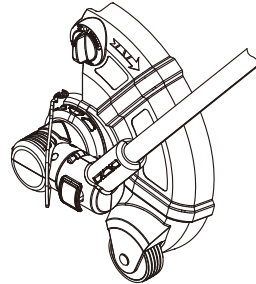
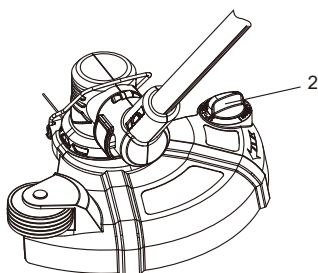
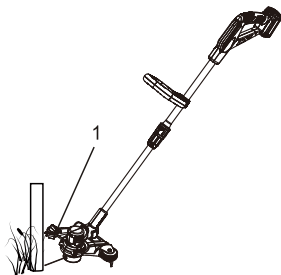

Fig. 10
Fig. 12
Fig. 20
2. Appuyez sur le bouton « Pressed for Edging » (Taille de bordures) (2) pour faire pivoter automatiquement la tête du coupe-herbe en position verticale (Fig. 10).
1. Appuyez sur le bouton (1) pour faire pivoter le couteau coupe-fil de 180 ° (Fig. 12) et relâchez le bouton.
Pour éviter d'endommager un poteau, une terrasse, etc., abaissez le guide de coupe (1) et configurez le coupe-herbe (Fig. 20) pour protéger le fil du coupe-herbe. Consultez la figure 10 pour des instructions sur le guide de coupe. Si le fil pour coupe-herbe est trop long et entre en contact avec le poteau ou la terrasse, tournez le couteau coupe-fil comme indiqué à la figure 12 pour couper le fil et éviter d'endommager un objet.
2. Appuyez sur le bouton « Press for edging » (Taille de bordures) de manière à ce que le protecteur soit parallèle au tube télescopique (Fig. 10).